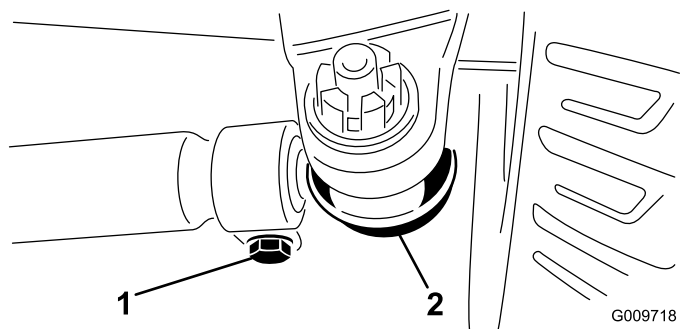

Bild 110
- Entfernen Sie den Splint und die Mutter von einem der Spurstangen-Kugelgelenke (**Bild 110**). Entfernen Sie das Spurstangen-Kugelgelenk vom Achsständer.
- Lockern Sie die Klemmen an beiden Enden der Spurstangen (**Bild 110**).